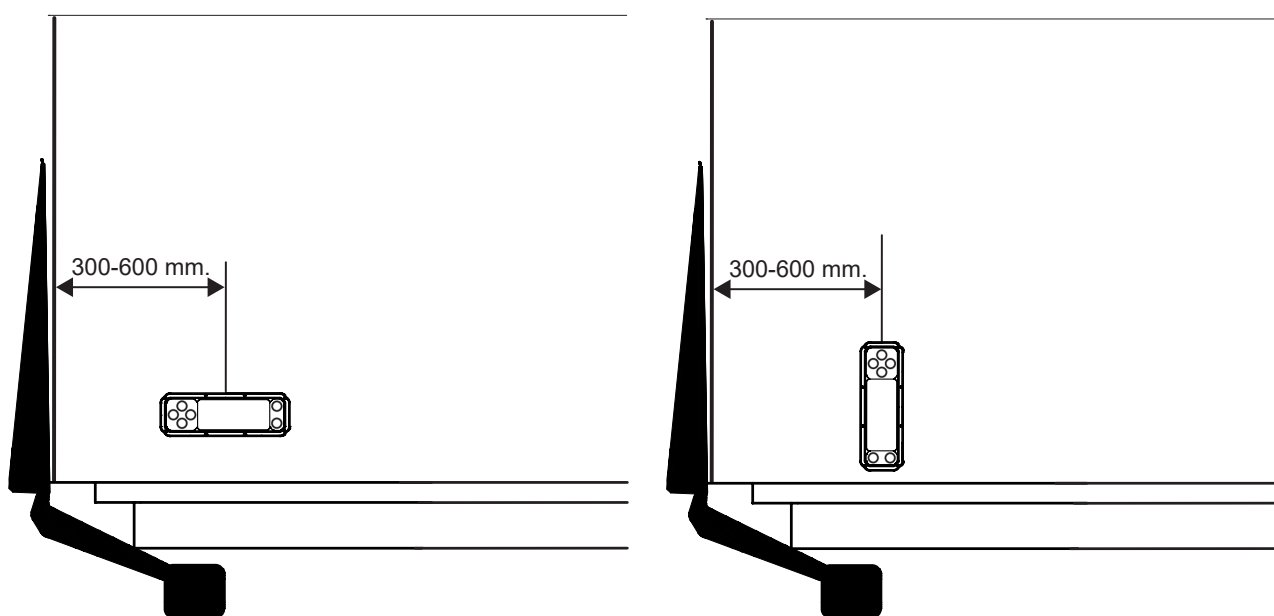

Abb. 46. Montage der Bedienvorrichtung
5. Die Bedienvorrichtung anschließend am Schrank montieren. Siehe Abb. 46